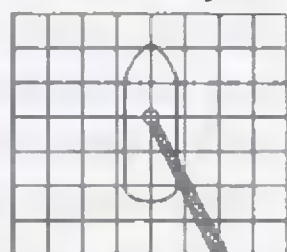

Рис.1
3. С вертолета сфотографирован пароход, идущий по озеру курсом на север. На фотографии (рис. 1) запечатлен шлейф дыма от парохода. Определите по фотографии скорость парохода, если съемка проводилась при юго-западном ветре, скорость которого $V = 5$ м/с.